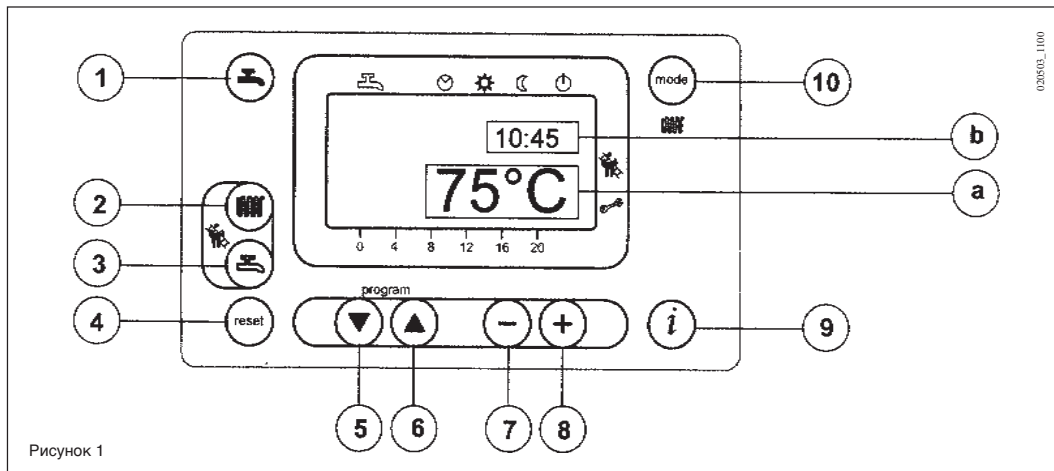

Рисунок 1
- Нажать кнопку (поз. 2 на рис. 1) для регулировки температуры воды системы отопления.
- Нажать одну из этих двух кнопок (поз. 1 или 10 на рис. 1) для записи заданного параметра в память и возврата к главному меню.
Примечание - Если к котлу подключен внешний зонд, при помощи кнопки (поз. 2 на рис. 1) можно смещать кривую отопления. Нажать кнопки для уменьшения или увеличения комнатной температуры обогреваемого помещения.
- Нажать кнопку (поз. 3 на рис. 1) для регулировки максимальной температуры хозяйственной воды.